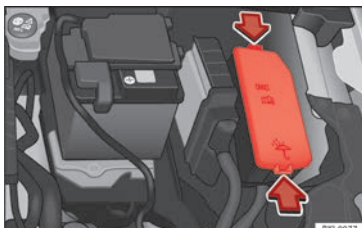

Abb. 70 Im Motorraum: Abdeckung des Sicherungskastens.
- Drücken Sie die Verriegelungslaschen, um die Abdeckung des Sicherungskastens zu entriegeln »» **Abb. 70**